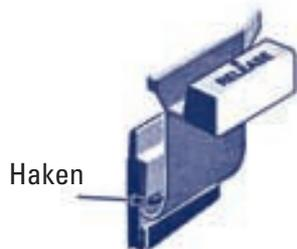

Abbildung 7:
Sicherheitslasche (siehe Abb. 7)
1. Den Haken hinter der Lasche herunterdrücken und die gesamte SicherheitsLasche aus der Führung herausziehen (siehe Abb. 7).